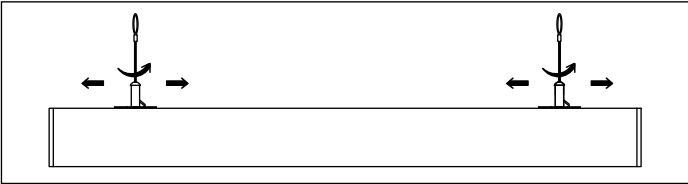

Рис. 1
- 5.11 Закрепите тросики с помощью цангового зажима и скоб на первом осветительном приборе в линии. При необходимости возможно отрегулировать положение скоб на корпусе осветительного прибора (рис.1). Излишки тросиков удалите.